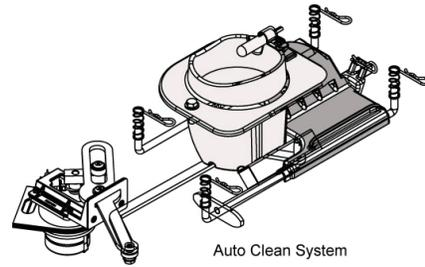

Figure 26.2
- b. Ouvrez la porte de la boîte à feu. Inspectez les ressorts de nettoyage automatique (Figure 26.2).